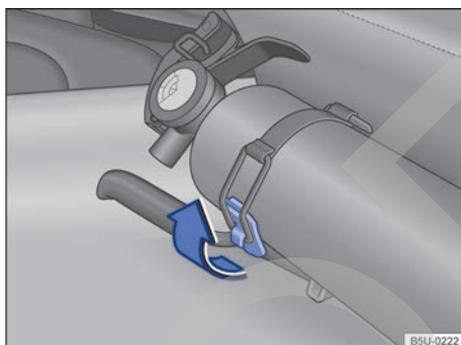

Fig. 156 En el asiento del conductor: extintor de incendios.
- Soltar la abrazadera de fijación, tirando hacia arriba → **fig. 156** en el sentido de la flecha.